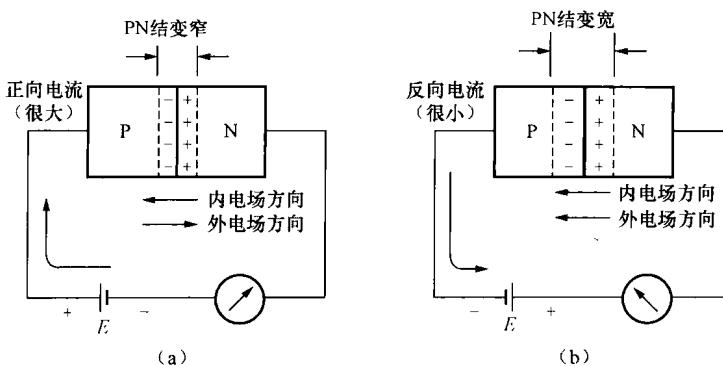

图 1.4 PN 结的单向导电性
(2) 外加反向电压(反向偏置)。若将电源的正极接 N 区，负极接 P 区，则称此为 PN 结反向偏置。在外电场作用下，多数载流子将背离 PN 结移动，结果使空间电荷区变宽，内电场被增强，有利于少数载流子的漂移而不利于多数载流子的扩散，漂移运动产生的漂移电流的方向与正向电流相反，称为反向电流。当温度一定时，少数载流子浓度一定，反向电流几乎不随外加电压而变化，故称为反向饱和电流，因少数载流子浓度很低，反向电流远小于正向电流。因此，PN 结具有单向导电性，如图 1.4 所示。